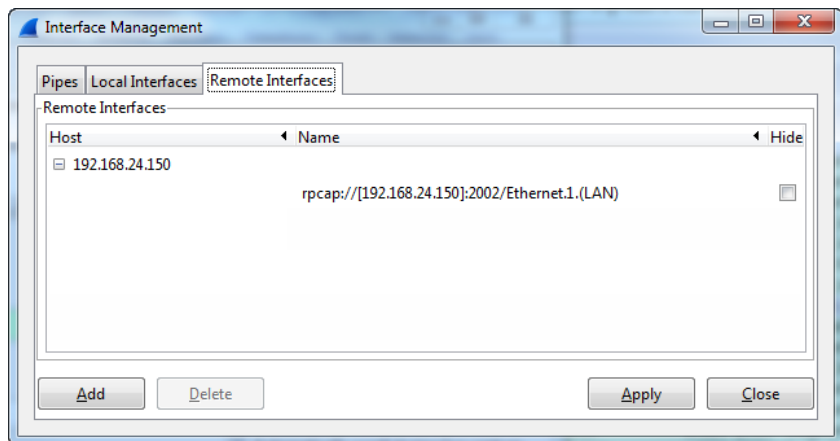

Abbildung 165: Neues Interface in Wireshark.
7. Wenn die Verbindung zum Gerät erfolgreich aufgebaut wurde, wird die Liste **Remote Interfaces** befüllt und enthält die Information über alle am Gerät verfügbaren Capture Ports wie in Abbildung 165 gezeigt.